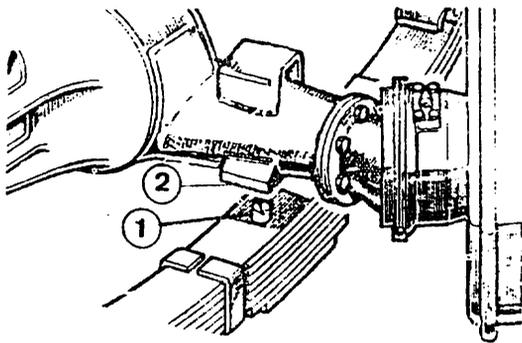

Fig. 5B.3-5
Monte los abarcones (6), la placa y el amortiguador (7), y las tuercas (5) (Fig. 5B.3-2), fijadas al par especificado.